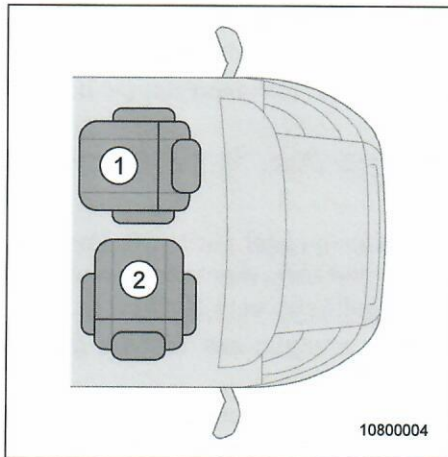

Abb. 15 Stellung Fahrzeugsitze
1. Den linken Fahrerhaussitz (Abb. 15, Pos. 1) um 180° zum Wohnbereich drehen.
2. Den rechten Fahrerhaussitz (Abb. 15, Pos. 2) um 90° zum Wohnbereich drehen.